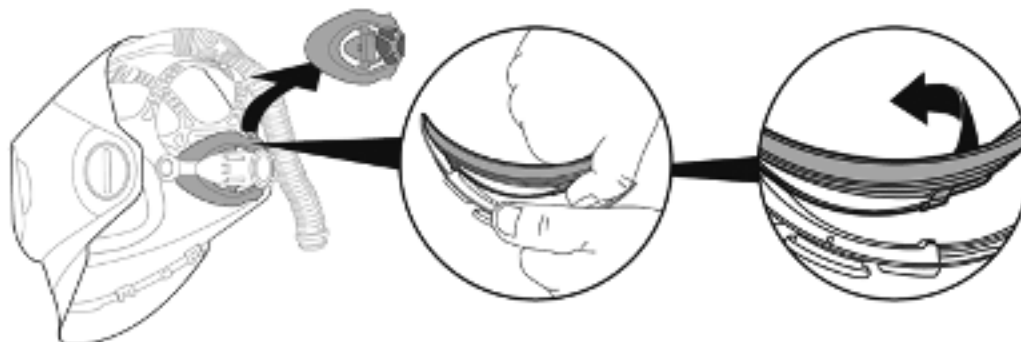
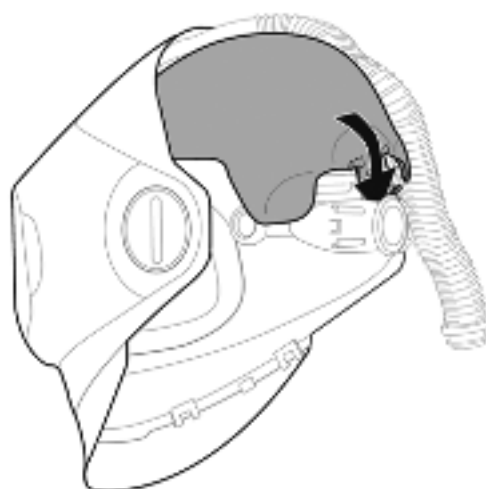

Fig. 20a
Fig. 20b
- a. Retirer la coquille de tête de la suspension (fig. 20a). Ensuite, faites glisser les pieds de la protection contre les éraflures derrière le point de fixation (fig. 20b).